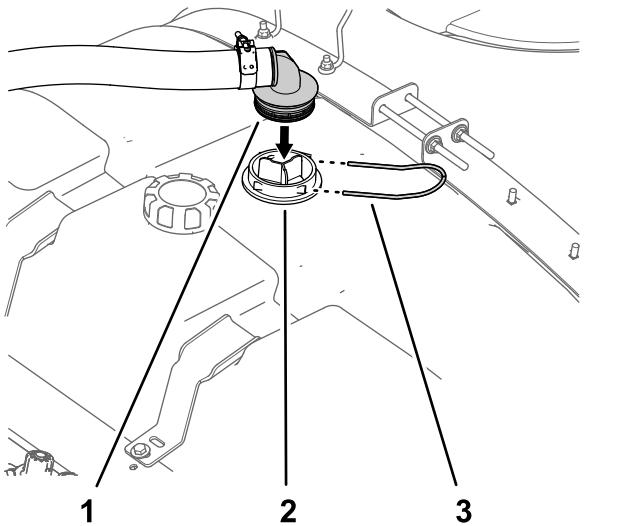

Figura 18
1. Alinee el acoplamiento dentado de 90° de la manguera de alimentación con el alojamiento del filtro de aspiración (Figura 18).
2. Sujete el acoplamiento dentado de 90° al alojamiento (Figura 18) con la horquilla de retención que retiró en el paso 1 de Retirada del depósito de enjuague \(página 5\).